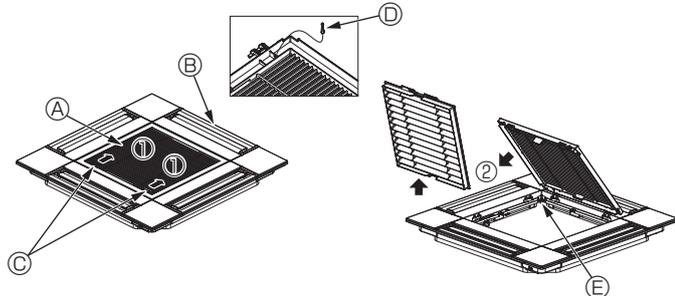

Fig. 10-3
10.2.1. Izvlačenje dovodne rešetke (Fig. 10-3)
- Kliznim pokretom pomaknite poluge u smjeru naznačenom strelicama ① da biste otvorili dovodnu rešetku.
- Kada je dovodna rešetka u „otvorenom” položaju, uklonite šarku dovodne rešetke s rešetke kako je naznačeno strelicama ②.